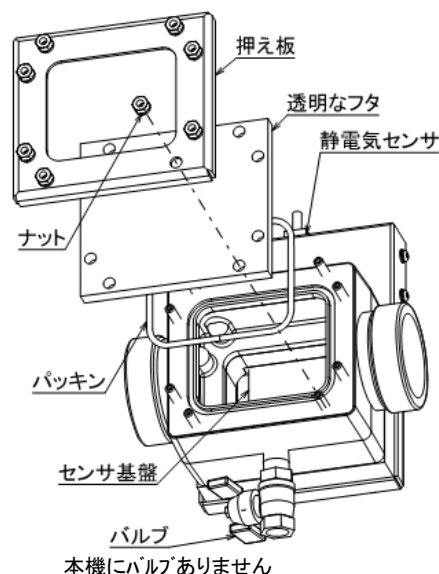

図 11-14
11-3-9.静電気センサ(図 11-14)
3) 静電気センサの掃除 (図 11-14)